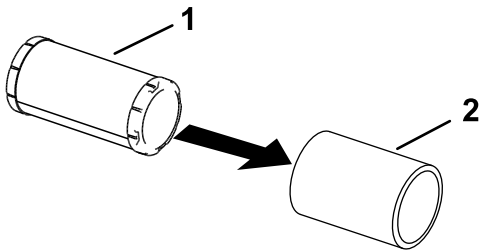

**Bild 39**
3. Bringen Sie die Abdeckung an und ziehen Sie die Befestigungselemente fest (Bild 39).